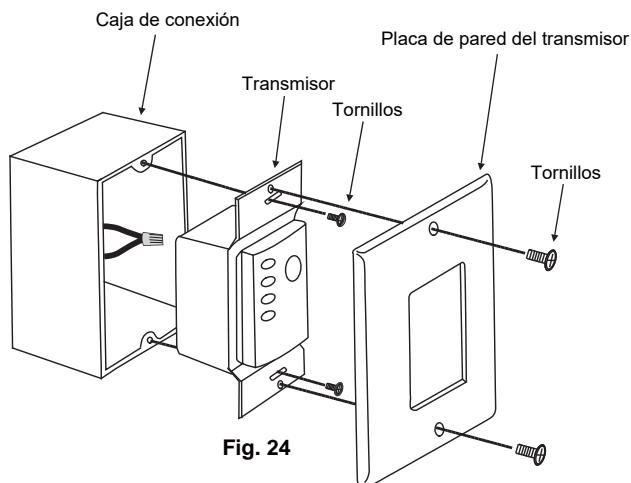

Fig. 24
**Paso 2.** Utilice los tornillos suministrados para instalar el transmisor en la caja de conexión en la pared (**Fig. 24**).
**Paso 3.** Utilice los tornillos suministrados para instalar la placa de pared del transmisor (**Fig. 24**).